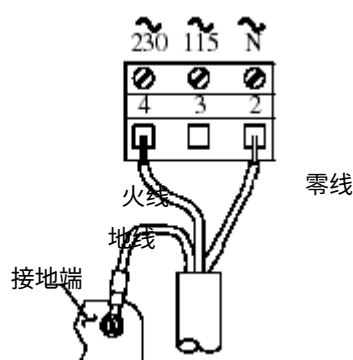

图 2-9 连接 230V 单相电源到序列号前缀为“B”的测定仪
- 对序列号前缀为“A”或无的测定仪，连接到 TB3 的“ground symbol (接地标记)”接线端 1 上。(图 2-9, 2-11 或 2-13)。